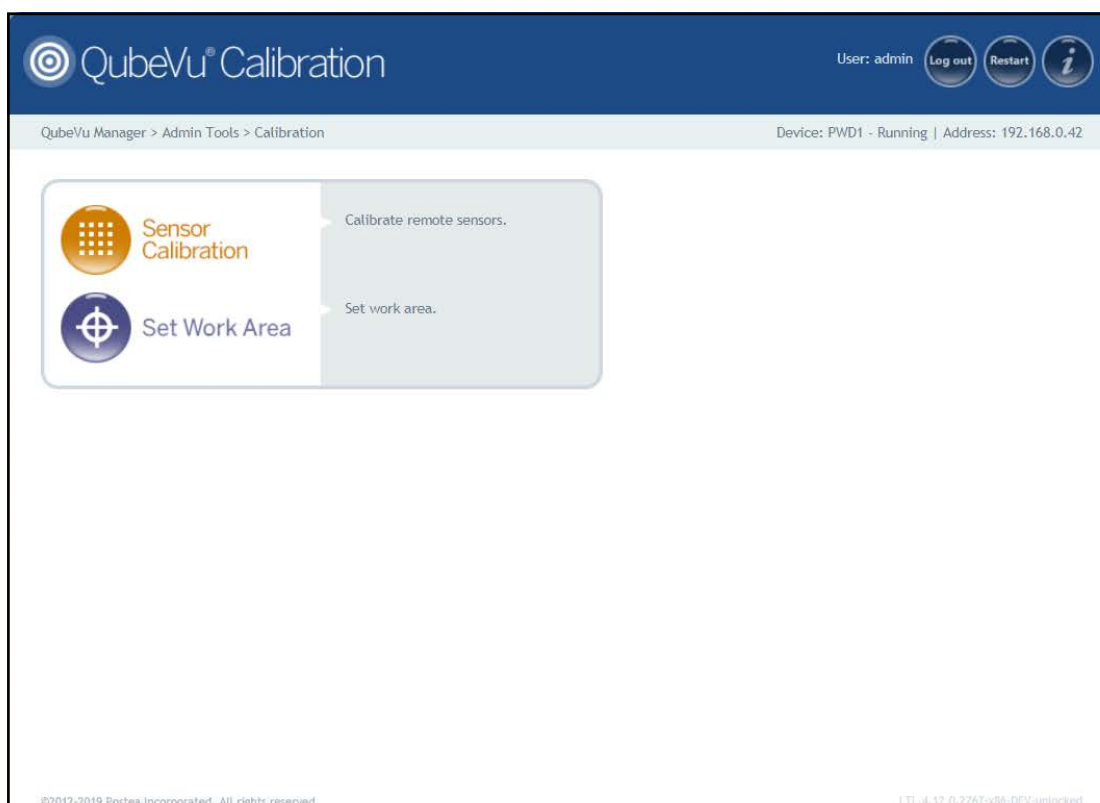

Figure 5-1. Menu Calibration (Étalonnage)
1. Appuyez sur  **Sensor Calibration** dans le menu **Calibration** (Étalonnage) (Figure 5-1, page 27) pour accéder au menu **Remote Sensors Calibration** (Étalonnage des capteurs distants).